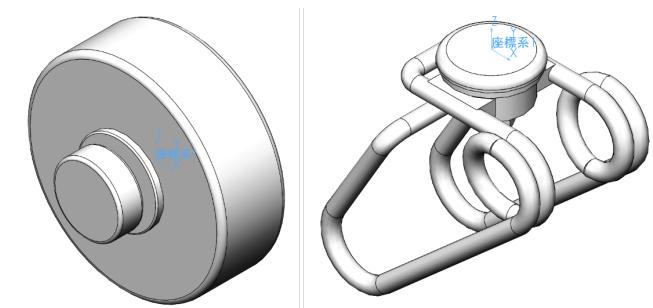

Fig.2.14 Coordinate System of Caster Parts
2.5.4 を参考に、3D-CAD ソフトから STL ファイルをエクスポートして meshes/ ディレクトリに配置してください。車輪パーツとサポートパーツは別ファイルとして書き出します。出力座標系は図 2.14 を参照してください。